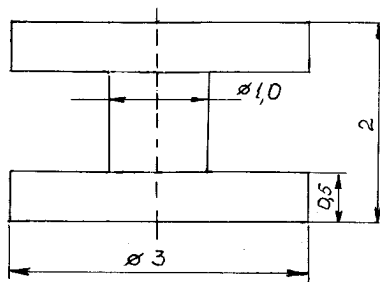

Рис.1
- Так вот я и говорю, первым "чудом" явилось то, что никаких резонансных свойств контур Н322(236) не проявил! Характериограф бесстрастно фиксировал почти ровную полосу пропускания, ширина которой составляла не менее 300 кГц! И, заметьте, никаких желанных "колоколов"!
- Да нет, не угадал ты, Василий! - промолвил Сан-Саныч. - И тогда понял я, что без проникновения в самую суть вещи дела не будет. А потому, аккуратно разобрав на составные части конструкцию контура Н322(236), приступил к сравнительному анализу. Основой контура являлась суперминиатюрная катушка (одинарная и без каких-либо отводов), намотанная тонким изолированным проводом на ферритовом сердечнике, напоминающем собой обыкновенную катушку для ниток, только значительно более миниатюрный. Вот здесь, на **рис.1**, я и воспроизвожу внешний вид сердечника.